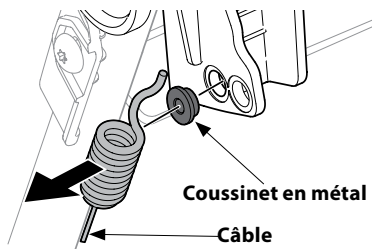

Figure 4-4
3. Décrochez le câble et retirez le coussinet en métal de la commande d'entraînement en plastique. Voir Figure 4-4.